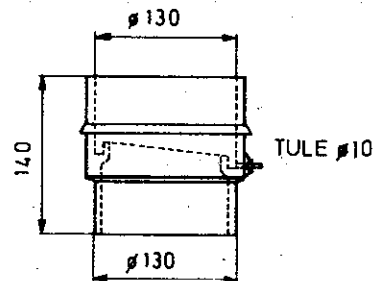

Fig. 2. : kondensaatafvoer
5. Om eventueel in het rookgasafvoersysteem gevormd condensaat op te vangen, moet een speciale "BRINK" condensaat-afvoer in de rookgasafvoer worden ingebouwd (zie fig. 2.). Het condensaat kan zonder bezwaar via het riool worden afgevoerd.